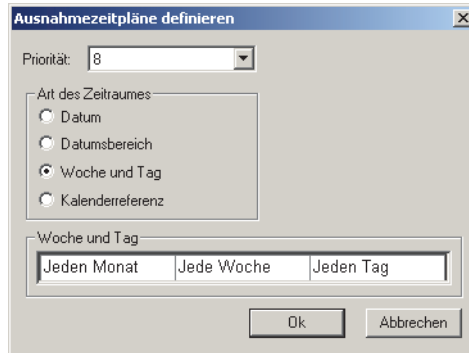

Abbildung 121: Definition eines Ausnahmetages
5. Definieren Sie den Ausnahmetag oder -bereich (s. Abbildung 121 auf der Seite 11–18).